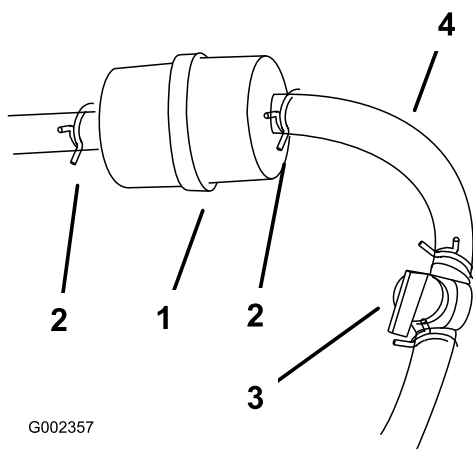

Figure 38
4. Fermez le robinet d'arrivée de carburant (Figure 38).
5. Pincez les extrémités des colliers et faites glisser ceux-ci pour les éloigner du filtre (Figure 38).
7. Posez un filtre neuf et rapprochez les colliers de fixation du filtre (Figure 38).
3. Fermez le robinet d'arrivée de carburant (Figure 38).
4. Desserrez le collier de serrage au niveau du filtre à carburant et éloignez-le du filtre en le poussant le long de la conduite d'alimentation (Figure 38).
5. Débranchez les conduites d'alimentation du filtre à carburant (Figure 38).
Remarque: Laissez l'essence s'écouler dans un bidon ou un bac de vidange (Figure 38).
7. Raccordez la conduite d'alimentation au filtre. Rapprochez le collier de serrage du filtre pour fixer la conduite d'alimentation (Figure 38).